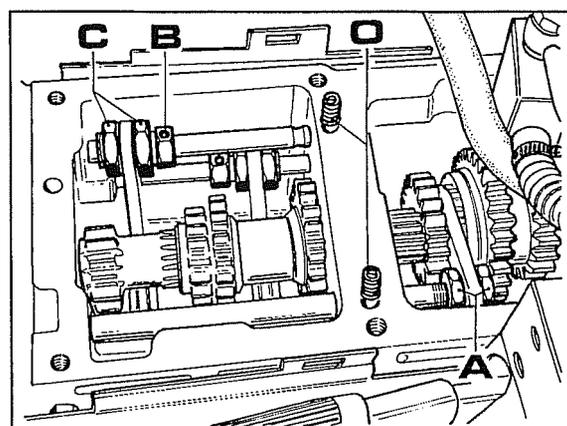
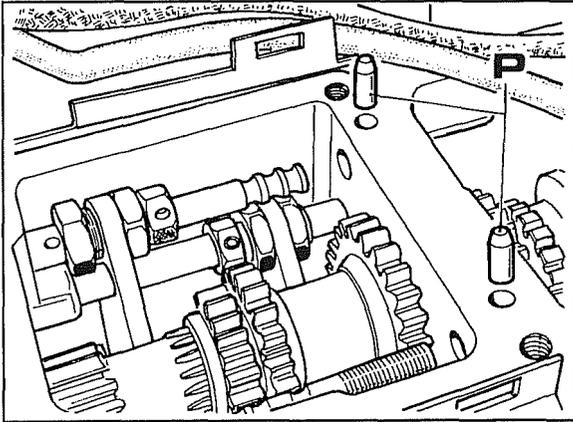

Abb. 4
Abb. 5
Wichtig: Beim Heben des Deckels darauf achten, daß die Federn **O** Abb. 4 nicht in das Öl im Getriebegehäuse fallen, dann die Kugeln entfernen.
- 4 Die Stange des Gruppenschalthebels mit den Muttern **A** Abb. 4 freigeben und sie nach vorne herausziehen.
- 5 Die Gangschaltstange freigeben, indem man die Muttern **C** Abb. 4 lockert, wozu der Stift **B** herauszuziehen ist, um den Vorgang zu ermöglichen, und dann die Stange wie in Abb. 5 gezeigt herausziehen.
- 6 Die neuen Sperrbolzen **P** (wenn sie noch nicht vorhanden sind) wie in Abb. 5 gezeigt einstecken.